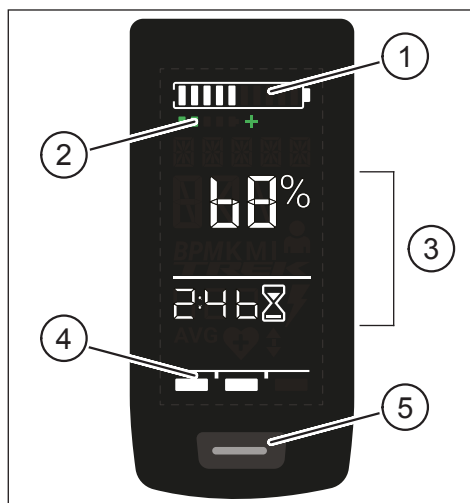
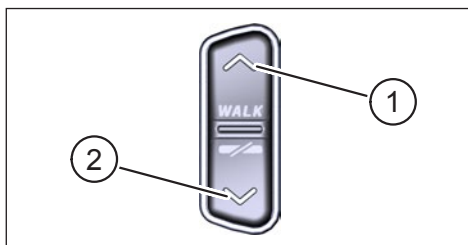

Fig. 1: Bediening en indicatie onderdelen op Display
Fig. 2: Bediening op de Remote
Pos. in Beschrijving Fig. 1
Pos. in Fig. 2	Beschrijving
- ▶ Houd de knop op de Display (Pos. 5 in Fig. 1) en de knop DOWN op de Remote (Pos. 2 in Fig. 2) minstens 5 seconden ingedrukt.
- ▶ Door **kort** op de knop op de Display te drukken (Pos. 5 in Fig. 1) schakelt u naar de volgende schermweergave.
- Druk op de knop DOWN op de Remote bediening (Pos. 2 in Fig. 2).
- Druk op de knop op Display (Pos. 5 in Fig. 1).